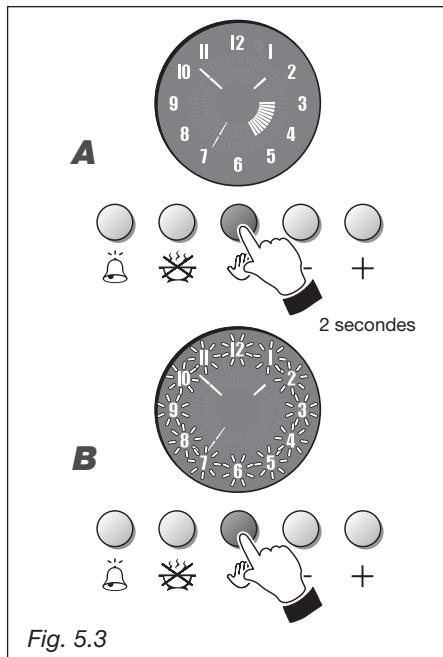

Fig. 5.3
CUISSON MANUELLE SANS PROGRAMMATEUR (fig. 5.3)
A. Fig. 5.3 - Programmateur avec programme activé. Pour annuler le programme, appuyer sur la touche pendant 2 secondes; les segments lumineux internes doivent ensuite s'éteindre.
B. Fig. 5.3 - Programmateur avec chiffres clignotants (cette condition se présente après l'extinction du signal sonore de fin de cuisson). Appuyer sur la touche . Les chiffres doivent ensuite devenir stables et le programmateur doit passer en manuel.